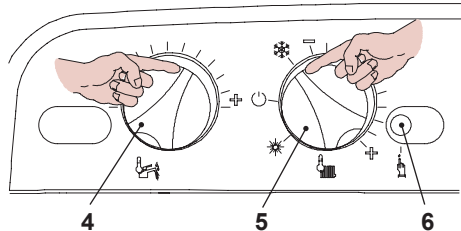

Fig. 7.9
- Posizionare la manopola di regolazione temperatura sanitari 4, e il selettore di funzione 5 come in Fig. 7.9.
- Per settare la pressione di accensione del bruciatore bisogna entrare in programmazione premendo per 15 secondi il pulsante di ripristino 6 in Fig. 7.9 fino alla comparsa del parametro **P01** sul display LCD; sul display LCD compare la seguente visualizzazione (la sequenza **P01** si alterna ---).
- Premere il pulsante di ripristino 6 in Fig. 7.9 per lo scorrimento dei vari parametri sino al raggiungimento del parametro **P14** valido per il settaggio della pressione d'accensione del bruciatore; sul display LCD compare la seguente visualizzazione (la sequenza **P14** si alterna al valore **135**).
- Per cambiare il settaggio ruotare la manopola regolazione temperatura sanitari 4 in Fig. 7.9 e posizionarla nella posizione prescelta.